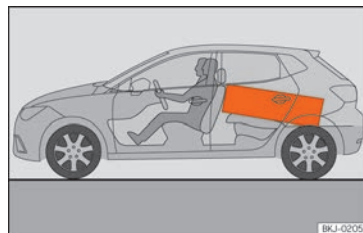

Fig. 162 Placez les objets lourds le plus à l'avant possible.
- Rangez autant que possible les objets lourds au fond du coffre à bagages »» **fig. 162**.